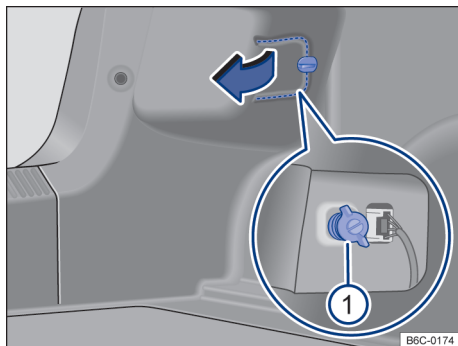
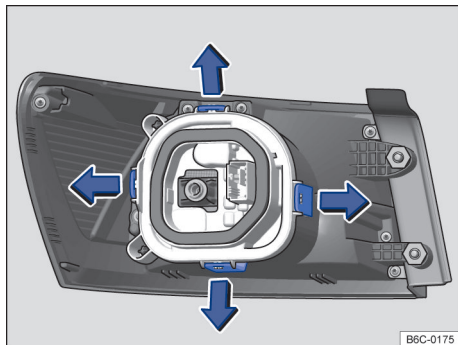

Fig. 167 No compartimento de bagagem: desinstalar cobertura e retirar o parafuso borboleta ① (lupa).
Fig. 168 Lanterna traseira: desinstalar o suporte das lâmpadas
- ① Observar a lista de controle e executar as ações → Página 206.
- ② Abrir a tampa traseira → Página 75.
- ③ Para abrir a cobertura da lanterna, girar a trava → Fig. 167 (seta).
- ④ Abrir a cobertura junto com a trava para o lado.
- ⑤ Soltar o parafuso borboleta ① (lupa) e retirá-lo, segurando, ao mesmo tempo a lanterna traseira.
- ⑥ Puxar cuidadosamente a lanterna traseira para fora, para desencaixá-la da carroceria → ①.
- ⑦ Desencaixar o conector de alimentação das lâmpadas da lanterna, para remover totalmente a lanterna.
- ⑧ Colocar a lanterna traseira sobre uma superfície limpa e lisa.
- ⑨ Para destravar o suporte das lâmpadas, pressionar cada lingueta de travamento → Fig. 168 no sentido das setas.
- ⑩ Remover o suporte das lâmpadas cuidadosamente.
- ⑪ Para remover as lâmpadas incandescentes queimadas pressionar a lâmpada contra o alojamento e girar no sentido anti-horário.
- ⑫ Substituir a lâmpada incandescente queimada por uma lâmpada incandescente nova do mesmo modelo.
- ⑬ Para inserir as novas lâmpadas no suporte das lâmpadas, introduza a nova lâmpada no respectivo alojamento. Pressionar a lâmpada e girar no sentido horário até o batente.
- ⑭ Certificar-se de que as lâmpadas estão corretamente fixadas no suporte das lâmpadas.
- ⑮ Instalar o suporte das lâmpadas na lanterna traseira. As linguetas de travamento → Fig. 168 devem encaixar de forma audível.
- ⑯ Colocar o conector de alimentação na lanterna.
- ⑰ Encaixar a lanterna traseira cuidadosamente no alojamento da carroceria.
- ⑱ Segurar a lanterna traseira na posição de montagem com uma das mãos e aparafusar com a outra o parafuso borboleta → Fig. 167 ①.
- ⑲ Recolocar a cobertura da lanterna em sua posição e girar a trava para fechar.
- ⑳ Fechar a tampa traseira → Página 75.